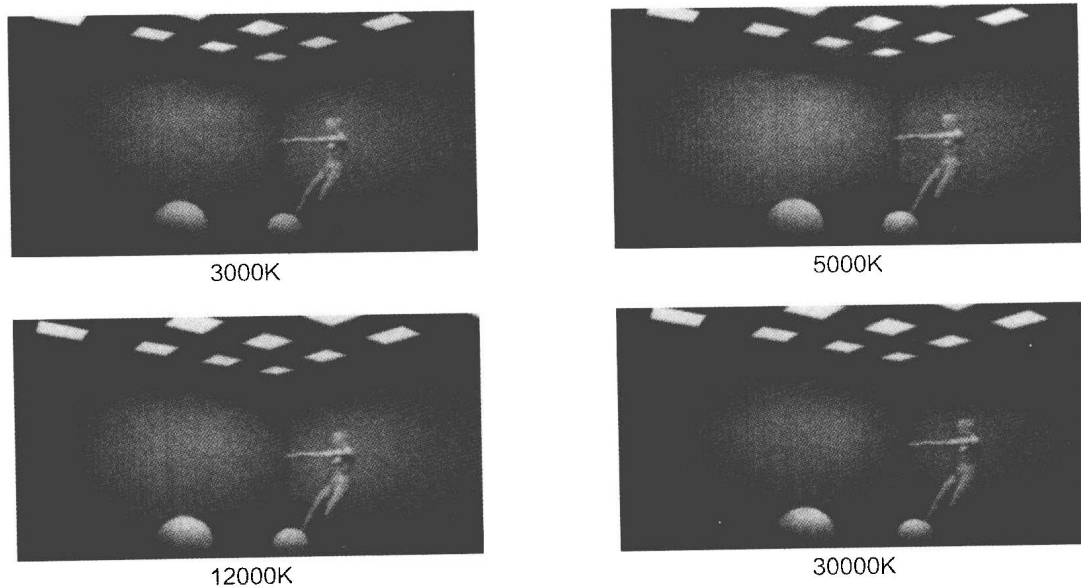

图 1-3 不同色温产生的不同效果
- (2) 通过不同色温的使用给人们不同的颜色感觉和氛围，如图1-3所示。